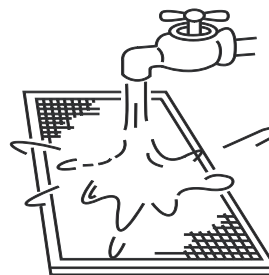

Figura 13.3
b. In caso di utilizzo di acqua pulita, il lato di aspirazione dell'aria deve essere rivolto verso il basso (fare riferimento alla Figura 13.3).